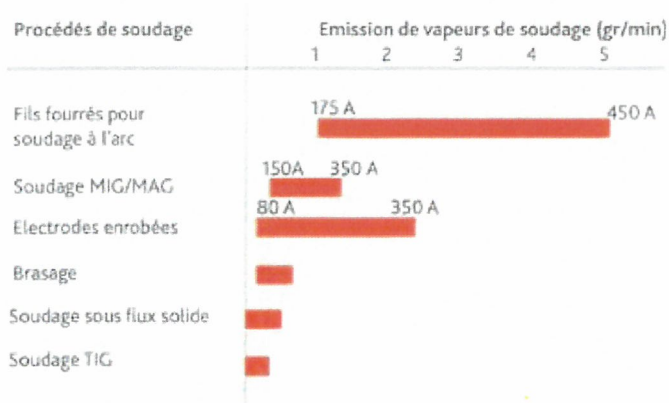

Fig. 1: Emission de fumées de soudage lors du soudage à l'électrode enrobée
- le procédé de soudage utilisé (l'émission de fumées de soudage est par exemple beaucoup plus élevée si l'on utilise une électrode enrobée d'une substance basique plutôt qu'une électrode enrobée d'un rutile minéral voir fig. 1).